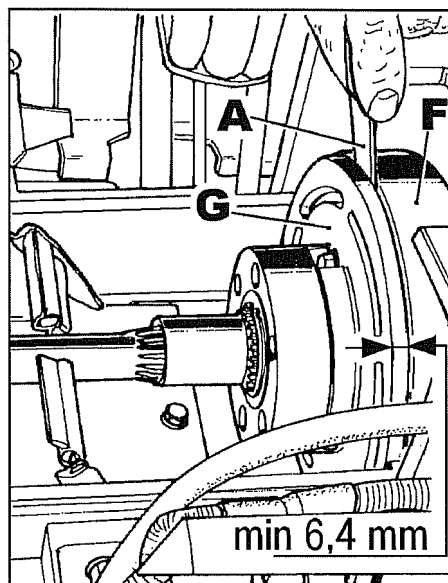

Fig. 8
- 6.1 Detectar com um calibrador de folgas **A** fig. 8 a distância entre os discos **F** e **G**.
Antes de efectuar a regulação, detectar a espessura do disco **G** fig. 8 que não deve ser igual ou inferior a **6,4 mm**, porque em tal caso é necessário substituir a embraiagem.